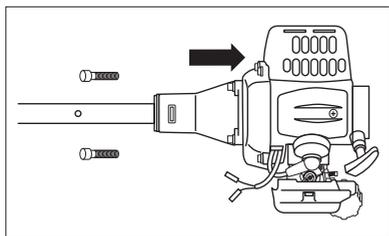

Рис. 4
3. Вставьте штангу в сборе в двигатель с помощью четырех винтов (рис. 4). В этом случае выходной вал редуктора и бак для бензина должны располагаться с одной стороны.